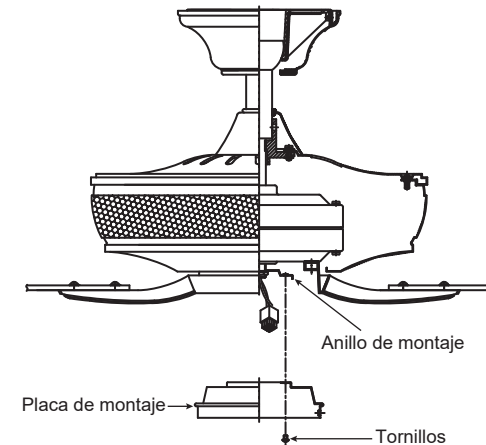

Fig. 17
Paso 1. Afloje los dos tornillos del anillo de montaje acoplados al eje del motor y “retire” y guarde el tercer tornillo. (Fig. 17)